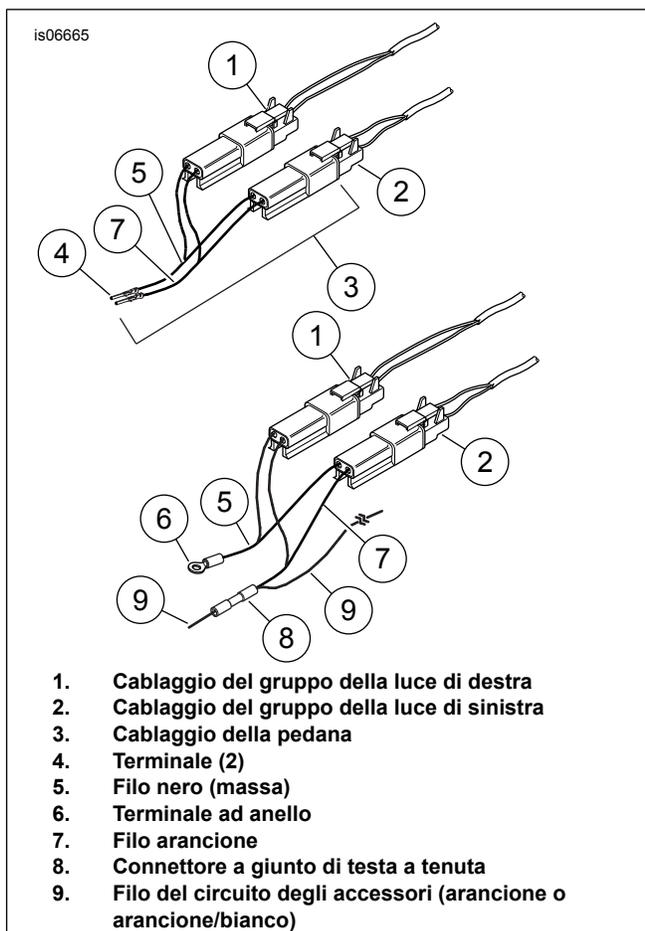

Figura 11. Collegamenti elettrici - Tutti i modelli 1993 e versioni precedenti, 2010 e modelli Softail precedenti
1. Vedere Figura 11. Inserire il cablaggio del gruppo delle luci di destra (1) e di sinistra (2) nel cablaggio della pedana (3) fornito nel kit.
2. Tagliare il terminale esistente dai fili neri (5), il più vicino possibile al connettore. Spelare una sezione di isolante pari a 10 mm (3/8 in) dall'estremità di ogni filo che deve essere giuntato e installare un terminale ad anello (6) fornito nel kit.
3. Collegare il terminale ad anello (6) al prigioniero di massa posizionato sotto la sella.